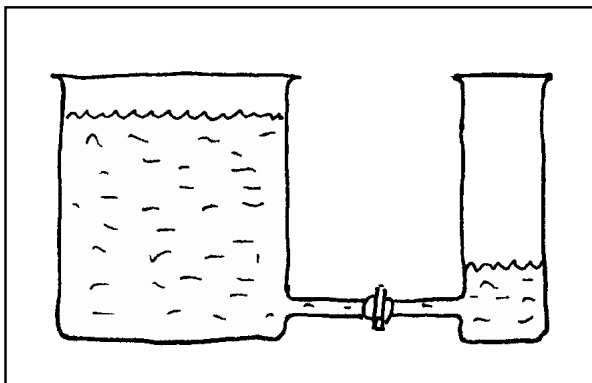

Fig. 9.24. Per l'esercizio 1
1. Cosa succede aprendo il rubinetto in fig. 9.24? Perché?